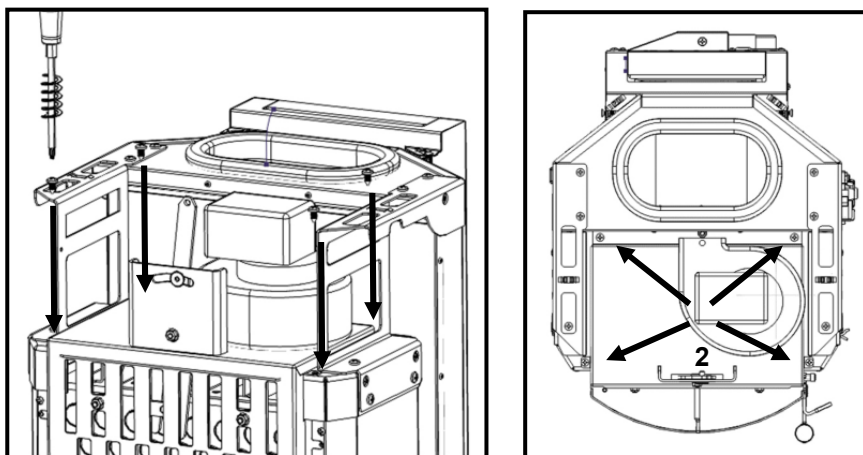

Figure 87 – Fixation ventilateur
e) Serrer l'ensemble Figure 87 sur la face supérieure de la chambre de combustion à l'aide de 4 vis **(A)** dans les trous préparés (2).